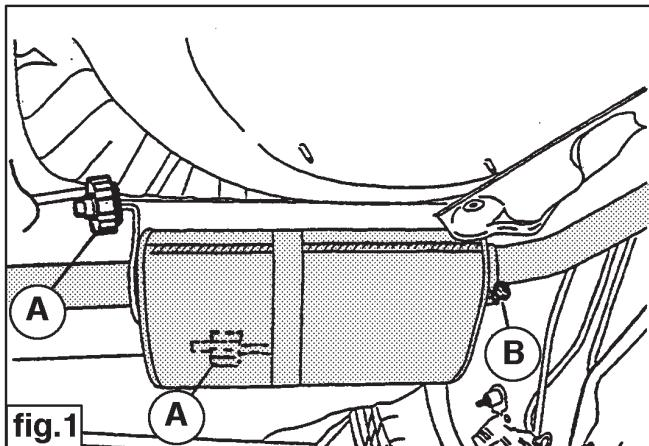

fig.1
1. Retirar el último amortiguador del tubo de escape de acuerdo con la fig. 1. Desprenderlo de las gomas de suspensión a la altura de los puntos A y retirar la tuerca de sujeción de la abrazadera del tubo de escape a la altura del punto B. Seguidamente retirar ambos escudos térmicos.
1. Eliminare l'ammortizzatore posteriore del tubo di scappamento come indicato nella fig. 1. All'altezza dei punti A toglierlo dai gommini di fissaggio e all'altezza dei punti B togliere il dado di fissaggio dal fermo dello scappamento. Successivamente, togliere i due schermi termici.
1. Tylny tłumik zdjąć według rys.1. W punktach A zdjąć z podwieszeń gumowych , a w punktach B zdjąć nakrętki wzmacniające zacisku wydechu. Zdjąć obydwie osłony cieplne.